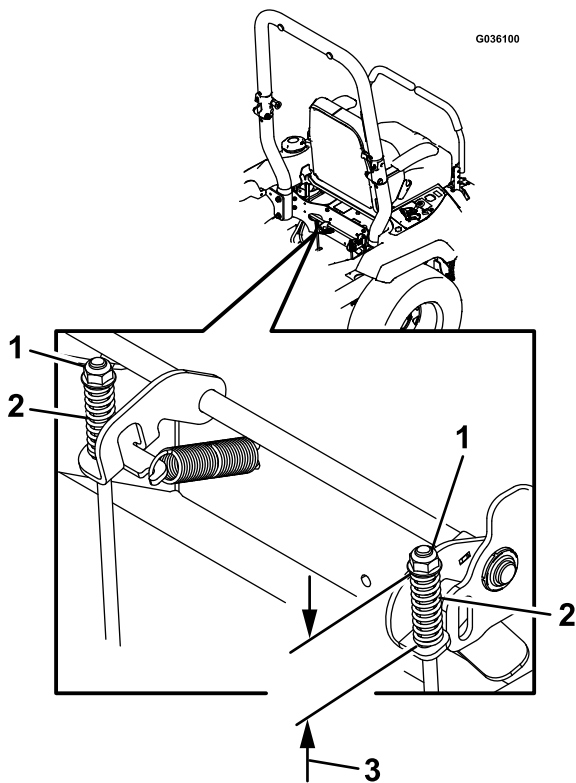

Figura 91
7. Compruebe la longitud de ambos muelles como se muestra en Figura 91. Si se requiere un ajuste, gire la tuerca superior en el sentido de las agujas del reloj para acortar el muelle y en el sentido contrario a las agujas del reloj para alargarlo.